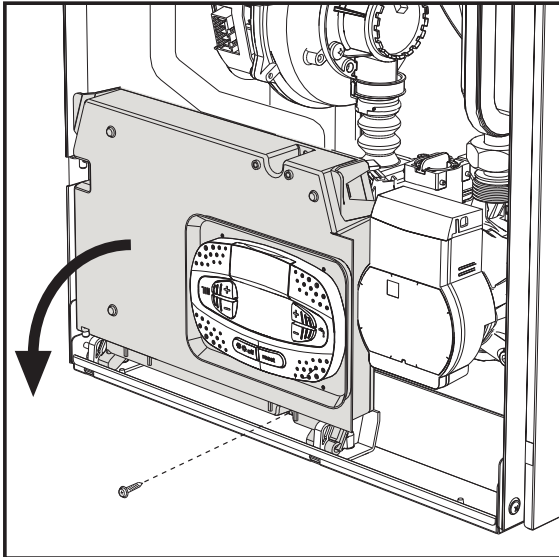
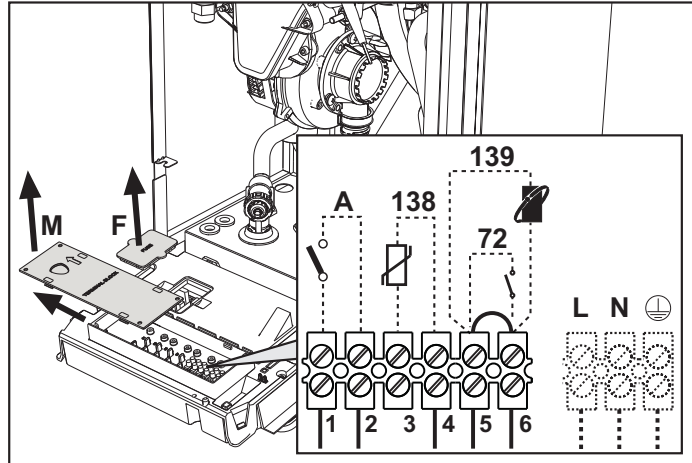

fig. 19
fig. 20
După ce ați scos panoul frontal (*** 'Deschiderea panoului frontal' on page 135 ***) veți putea avea acces la panoul de borne (M) și la siguranța (F) urmând indicațiile descrise în continuare (fig. 19 și fig. 20). **Bornele indicate în fig. 20 trebuie să aibă contactele curate (nu 230 V).** Dispunerea bornelor pentru diferitele conexiuni este indicată și în diagrama electrică din fig. 61.
Configurarea întrerupătorului ON/OFF (A fig. 20)